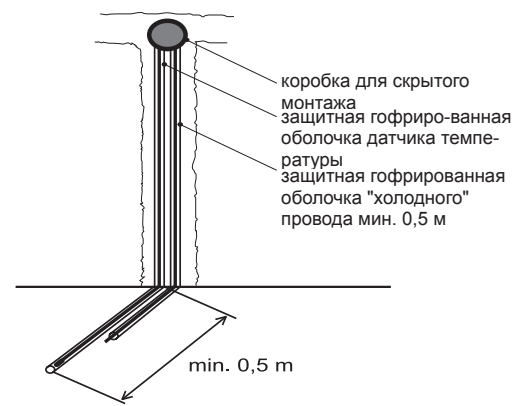
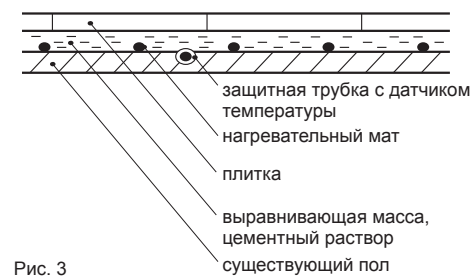

Рис. 2
Рис. 3
8. Коробку снизу следует подготовить к вводу двух защитных гофрированных оболочек (защиты "холодного" провода мата и напольного датчика температуры). Для этих гофрированных оболочек рекомендуется выполнить пазовое углубление в стене и в полу. Защитные гофрированные оболочки не могут быть согнуты под углом 90°. Рекомендуется минимальный радиус изгиба, равный 5-ти кратному внешнему диаметру защитной гофрированной оболочки (Рис. 2). Защитная гофрированная оболочка датчика температуры должна быть уложена таким образом, чтобы датчик находился под нагревательным матом. Датчик, выведенный из гофрированной оболочки, должен быть предохранен заглушкой и расположен в центральной части между двумя соседними отрезками нагревательного провода, на расстоянии минимум 0,5м от краев нагревательной зоны (Рис. 3).